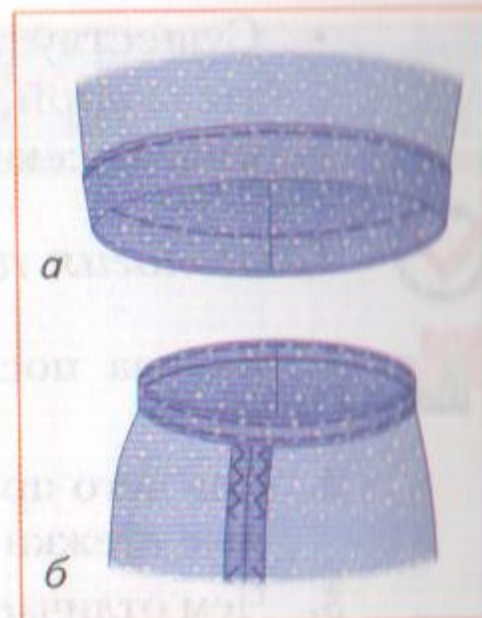

Рис. 120 Обработка нижнего среза шорт (а) и пояса-кулиски (б)
Обработка нижнего среза швом вподгибку с закрытым срезом шириной 20 мм (рис. 120, а).
2. Подверните припуск на шов 15 мм и заметайте (рис. 120, б).